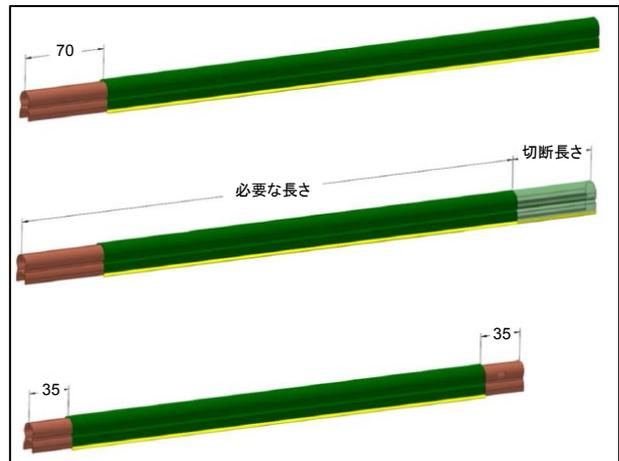

図 20: 短い長さ区画の製作概略図、特殊保護接地(PE-VP)用、両側給電ジョイント用
手順: 図 20 参照。
- 絶縁ハウジングの左側から導体レールを正確に70mm引出します(図20参照)。